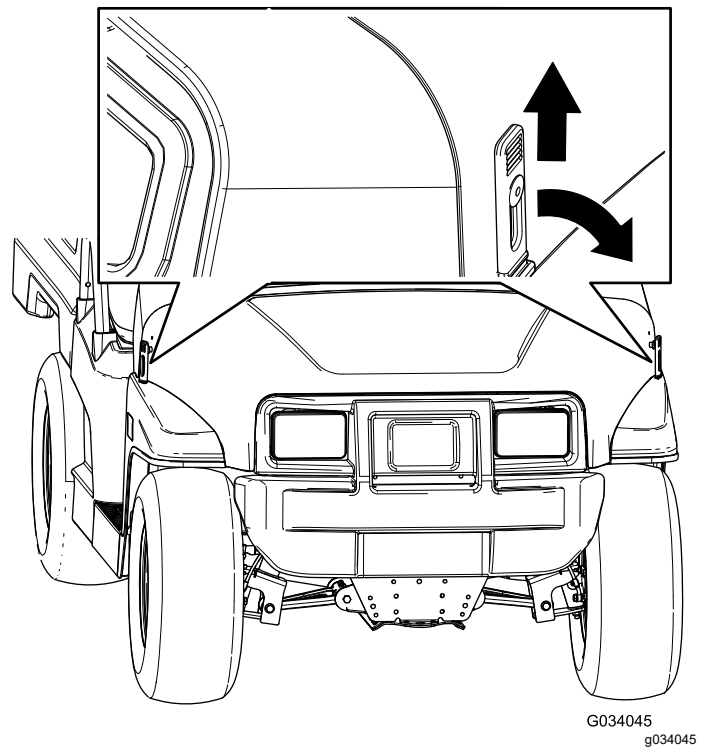

Bild 25
- Fluchten Sie die Gummriegel auf den Riegelankern an jeder Seite der Motorhaube aus, um die Motorhaube zu befestigen (Bild 25).
- Heben Sie den Hebel der Gummriegel an jeder Seite der Motorhaube an (Bild 25).